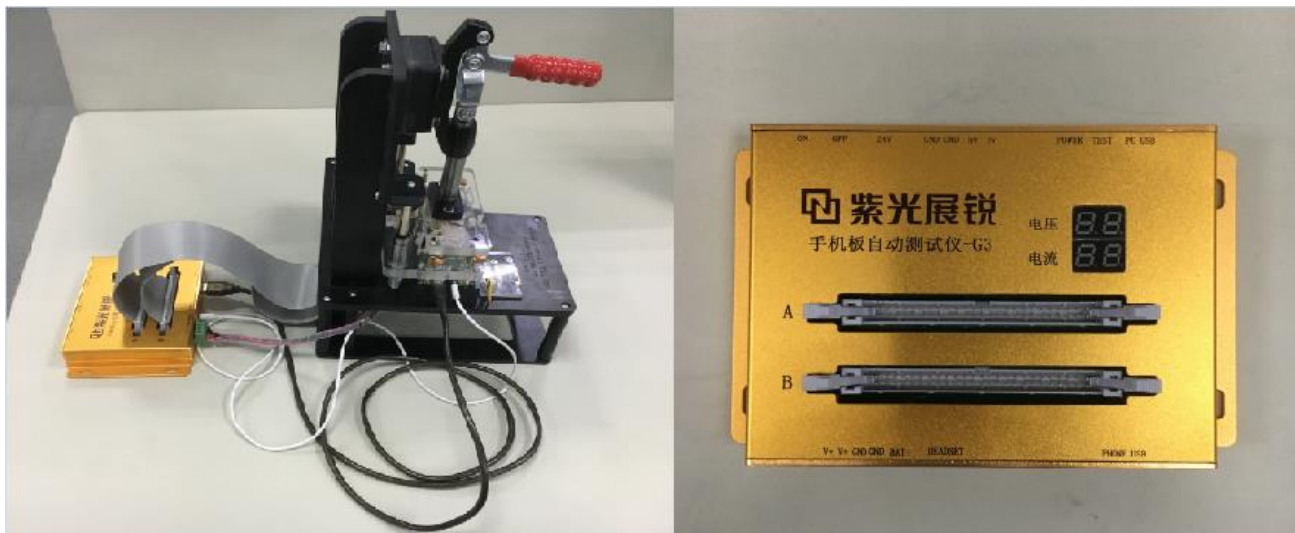

图 2.2 BBAT 单台测试站示例
BBAT 支持一台控制电脑控制多台测试夹具同时测试，最多能够控制 4 路子系统②，且可以根据操作人员效率删减站台，以充分利用操作员的操作动作。单台测试站位示意图如图 2.2